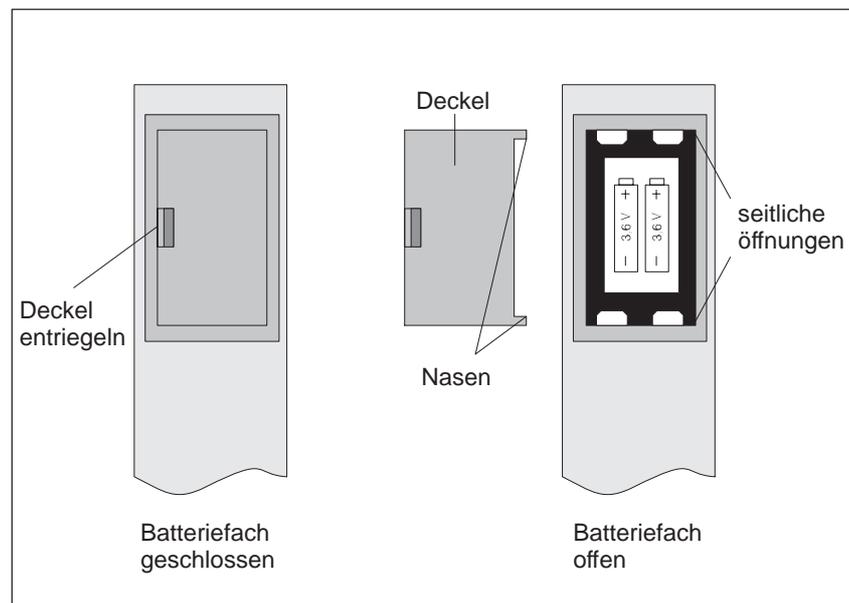

Bild 3-7 Batteriefach der Stromversorgungsbaugruppe
2. Entfernen Sie den Deckel des Batteriefachs durch Entriegeln des Rastmechanismus (siehe Bild 3-7).
Führen Sie die Nasen des Deckels in die seitlichen Öffnungen des Batteriefachs ein und klappen Sie den Deckel zu, bis er einrastet (siehe Bild 3-7).